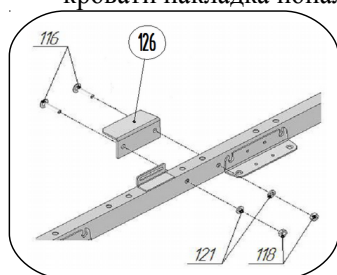

Рис.2.2
2. Присоединить к рамам кровати поз.1, 2 уголки поз.126 (2 места) — рис.2.2 и 2.3, фиксатор в сборе поз.110- справа (рис.2.4), используя винты М6х35 поз.116, гайки М6 со стопорным кольцом поз.118, шайбы Ø6х18 стальные поз.121. В случае, если установка механизмов производится на левой боковине, фиксатор в сборе поз.110 разобрать в соответствии с рисунком 2.6. Перевернуть собачку поз.110Б в зеркальное положение, собрать фиксатор в обратной последовательности (рис.2.5). При сборке строго соблюдать последовательность установки деталей, руководствуясь рисунком 2.5. Закрепить собранный фиксатор поз.110 на раме слева аналогично рис.2.4, но зеркально, а ранее установленные уголки поз.126 (рис.2.2 и рис.2.3) переставить на противоположные стороны рамы. На торец упора поз. 46 установить накладку войлочную поз.33 в соответствии с рисунком 1.2.1. Разместить её так, чтобы в сложенном состоянии кровати накладка попала на уголок поз.126 (рис.2.2).